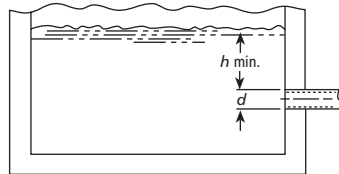

Figure 3
- S'assurer que le diamètre ( $d$ ) et la hauteur d'immersion ( $h$ ) de l'orifice d'entrée du tuyau d'aspiration sont suffisants pour empêcher l'aspiration d'air par vortex (fig. 3 à 6).